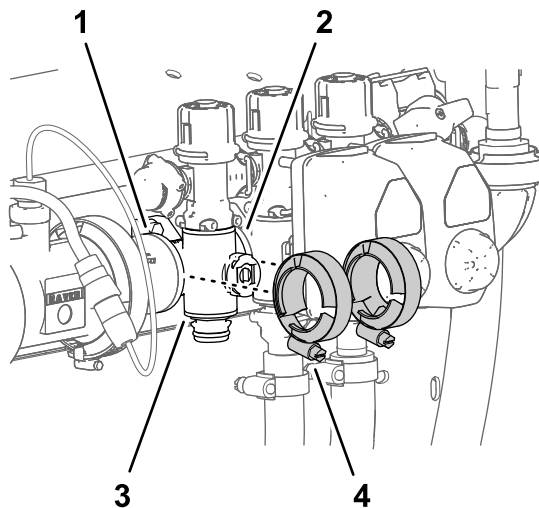

図 109
3. boom マニホールドバルブを隣りの機器の各フランジに固定しているフランジクランプ2個を外す 図 109。